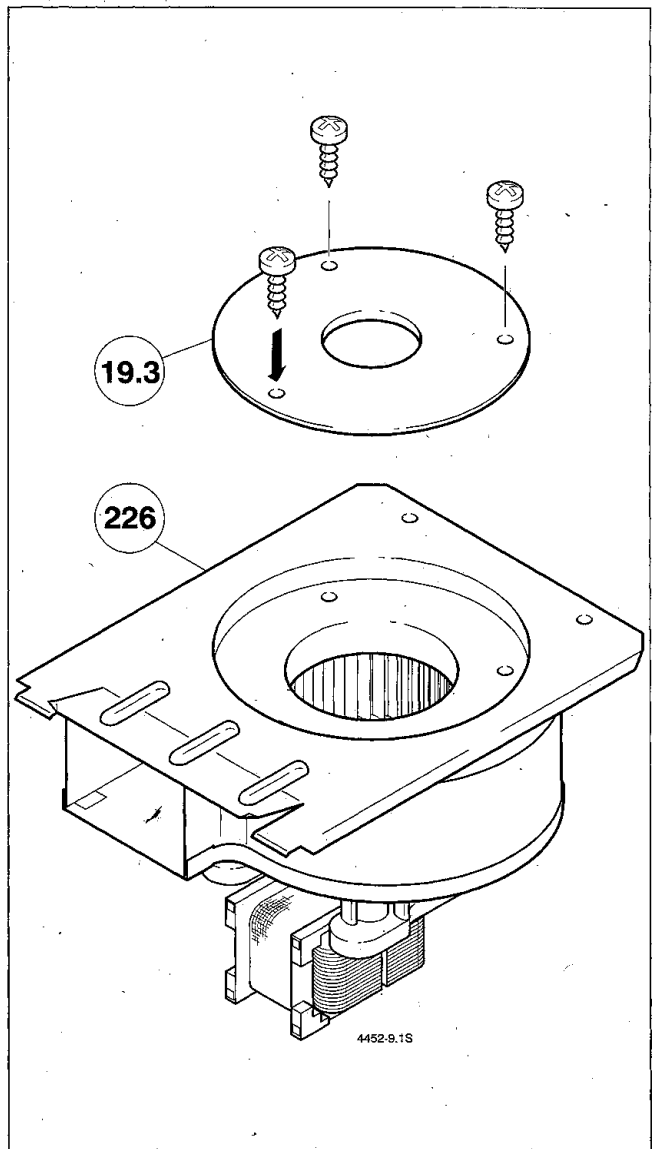

Bild 25
- Drosselblende (19.3) auswählen und an der Saugseite des Abgasventilators (226) montieren (Bild 25)